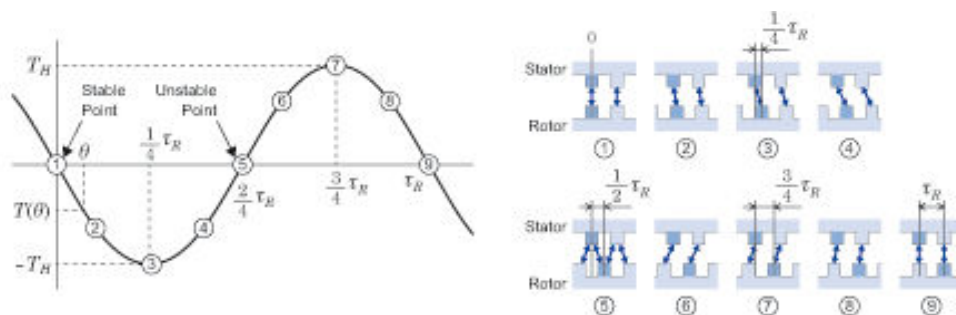

Abb. 7: Winkel-Drehmoment-Charakteristik eines Schrittmotors.
Stator und Rotor eines Schrittmotors sind mit kleinen Zähnen versehen. Wenn die Wicklung (Spule) eines Statorpols erregt wird, ziehen sich die Zähne von Stator und Rotor an und stehen sich am Ende gegenüber. Übt man bei einem still stehenden Motor ein Drehmoment auf die Welle aus, lässt sich die Welle geringfügig drehen. Dieses Verhältnis zwischen Drehmoment und Rotationswinkel der Welle bezeichnet man als Winkel-Drehmoment-Charakteristik (Abb. 7). Bei der Schließbewegung der Greiferfinger kann nun das in den Phasen ①-③ dargestellte Drehmoment eingesetzt werden. Die Finger greifen das Werkstück mit einer minimal kürzeren Distanz als die Werkstückabmessung, wodurch die Greifkraft erzeugt wird. Dieser Vorgang wird mit Hilfe des Betriebsstromwerts gesteuert. Diese Methode zur Erzeugung der Greifkraft empfiehlt sich bei kleinen Werkstücken und bei einer Greifkraft von weniger als 6 N, da in diesem Bereich ein Druckbetrieb schwierig ist.